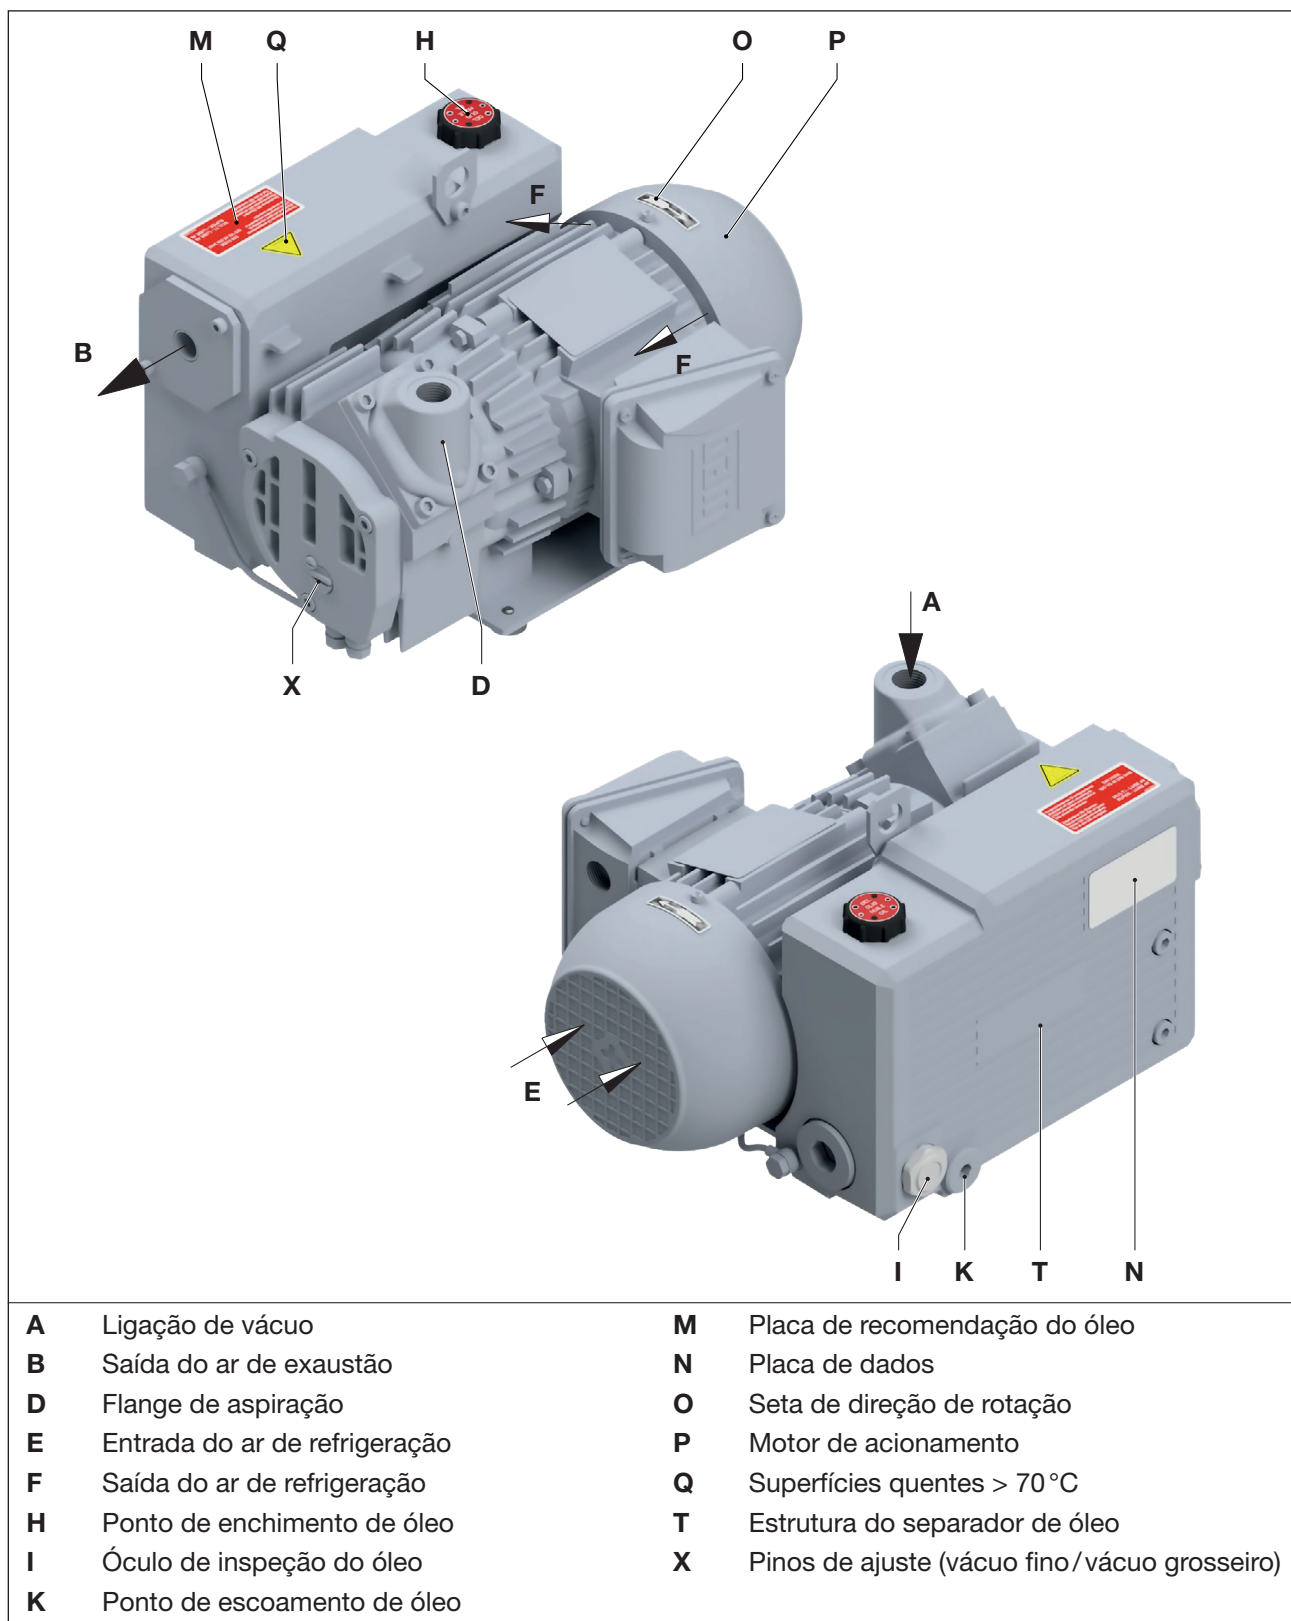

Fig. 2 Bomba de vácuo V-VGD 10 / 15
- Deverá haver acesso fácil ao flange de sucção (Fig. 2/D), ponto de enchimento do óleo (Fig. 2/H), óculo de inspeção do óleo (Fig. 2/I) e descarga do óleo (Fig. 2/K).
A ligação de vácuo (Fig. 2/A) está localizada no flange de aspiração (Fig. 2/D).
- Retire os bujões cegos da ligação de aspiração (Fig. 2/A) e da saída de ar de exaustão (Fig. 2/B).
- Una a tubulação à ligação de vácuo (Fig. 2/A).
- O ar extraído pode ser extraído por sopro através da saída de ar de exaustão (Fig. 2/B) ou conduzido para fora através de uma mangueira ou tubo.
- Controlar o nível do óleo lubrificante no óculo de inspeção (/I a Fig. 2/I) e reabastecer, se necessário.
- O óleo de lubrificação (sobre os tipos adequados, ver o Capítulo 7.6 „Óleo lubrificante“) deve ser completado no ponto de enchimento de óleo (Fig. 2/H) até ao canto superior do óculo de inspeção (Fig. 2/I).